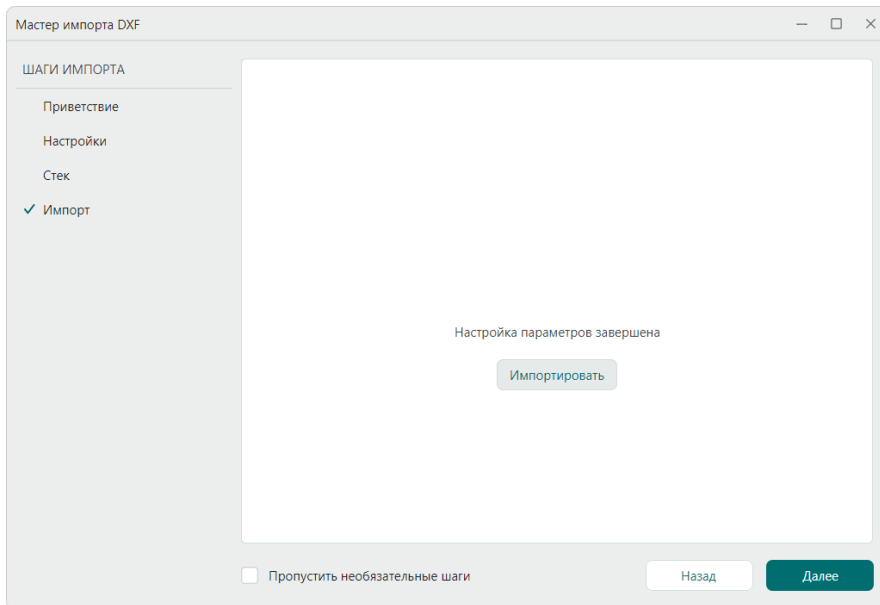

Рис. 11 Запуск импорта
8. Для запуска процесса импорта нажмите кнопку «Импортировать», см. Рис. 11.